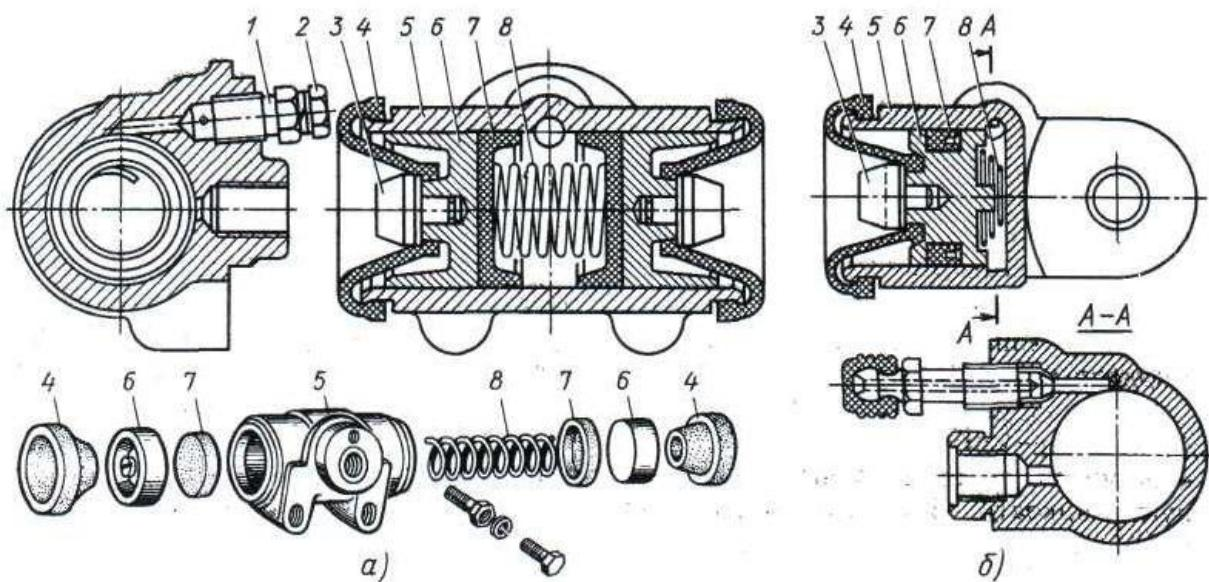

Рис. 7. Колісні гальмівні цилінди гідроприводу гальмівних механізмів
*Колісні гальмівні цилінди гідроприводу гальмівних механізмів* служать для перетворення тиску гальмівної рідини в силу, що притискує колодки до гальмівного барабана. Корпус 5 (рис. 7, а) циліндра розташовано на опорному гальмовому диску. Всередині циліндра розташовано два поршні 6 з гумовими манжетами 7, між якими встановлена пружина 8. У поршень запресовані сталеві штовхачі 5. Вони мають прорізи, в які входять торці гальмівних колодок. Перепускний клапан 1 служить для випуску повітря із системи.